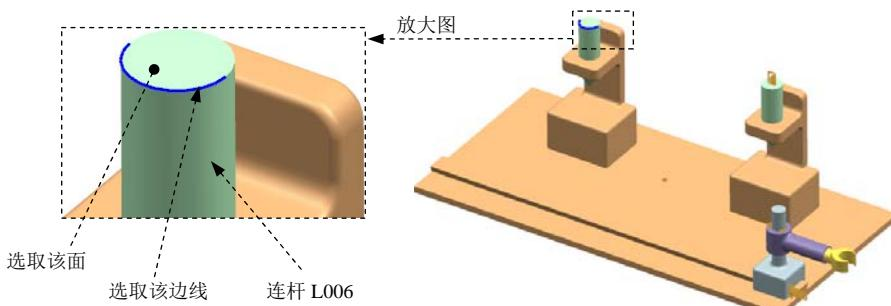

图 10.3.12 定义滑动副（四）
(1) 选择连杆。选取图 10.3.12 所示的连杆 L006。
(2) 定义原点及矢量。在“运动副”对话框的**指定原点**下拉列表中选取“圆弧中心”选项，在模型中选取图 10.3.12 所示的圆弧为定位原点参照；选取图 10.3.12 所示的面作为矢量参考，方向向下。
(3) 定义驱动。在“运动副”对话框中单击**驱动**选项卡，在**平移**下拉列表中选择**函数**选项；在**函数数据类型**下拉列表中选择**位移**选项；单击**函数**后的**...**按钮，选取**f(x) 函数管理器...**选项，在弹出的“XY 函数管理器”对话框中单击**...**按钮，在弹出的“XY 函数编辑器”公式=区域下的文本框中输入函数关系式“STEP( x,28,0,32,32)+STEP( x,32,0,36,-32)”，其余参数接受系统默认设置，单击两次**确定**按钮，完成驱动的定义。
(4) 单击**确定**按钮，完成第五个运动副的添加。